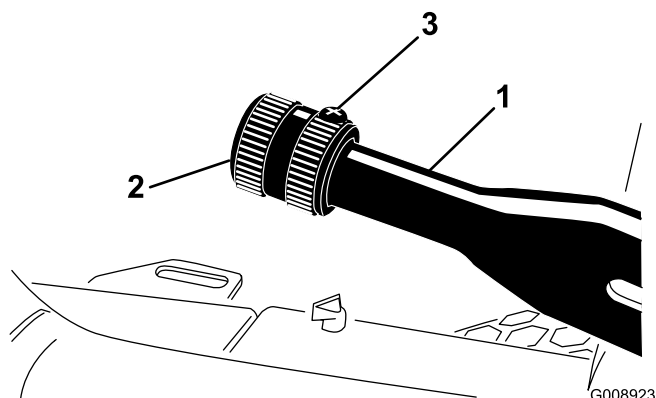

Figure 68
1. Desserrez la vis de fixation du bouton sur le levier du frein de stationnement (Figure 68).